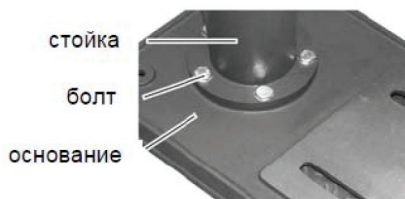

Рис. 2
- 6.2. Установите на основание стойку и закрепите ее болтами (Рис. 2).